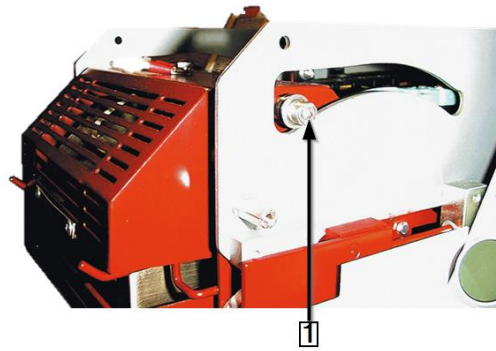

Fig. 61 Vite del cuscinetto dell'elemento riscaldante
- Spostare la camera di riscaldamento ancora più avanti finché è completamente nella parte anteriore. Come illustrato nella Fig. 61 , pagina 98.
- Rimuovere la vite del cuscinetto (1) e smontare il gruppo di cuscinetti sulla vite (1).